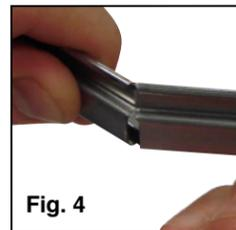

Fig. 4
3. Tome la barra a ambos lados de esta muesca y dóblela en dirección opuesta a la muesca. Cuando esta muesca se abra, la barra se partirá a lo largo de la línea punteada (Fig. 4).